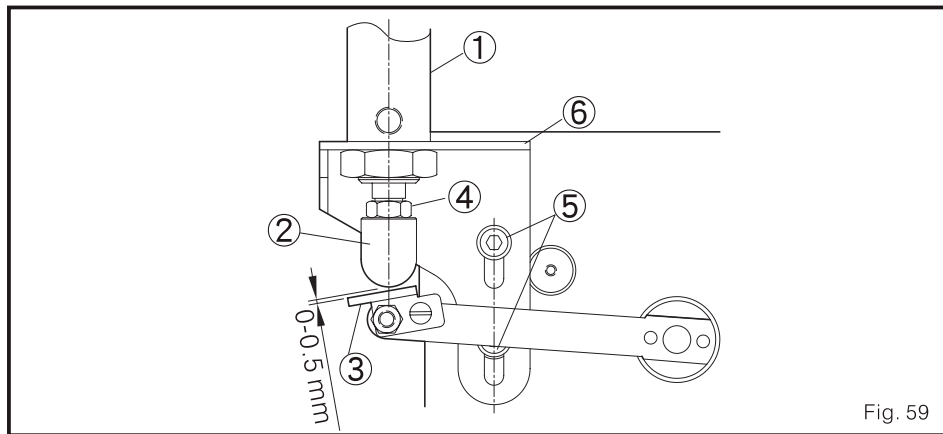

Fig. 59
1. quando o eixo principal 1 do cilindro isto no ponto alto, o bloco de pressão 2 este 0-0.5 mm da lâmina fixa 3. (Fig. 59)